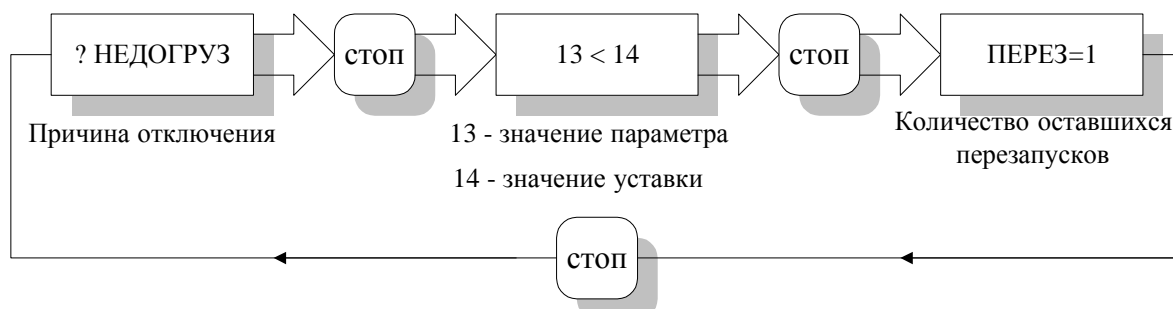

Рис. 3
4.4.3.1. При наступлении аварийной ситуации контроллер начинает отсчет времени до отключения по определенной защите в формате, указанном в таблице 3. При отключении двигателя на индикаторе контролера в течение 30 с отображается причина отключения. В это время, при последовательном нажатии на кнопку СТОП можно посмотреть величину аварийного параметра на момент отключения и уставки по данному параметру, количество оставшихся автоперезапусков. Пример – на рис. 3.